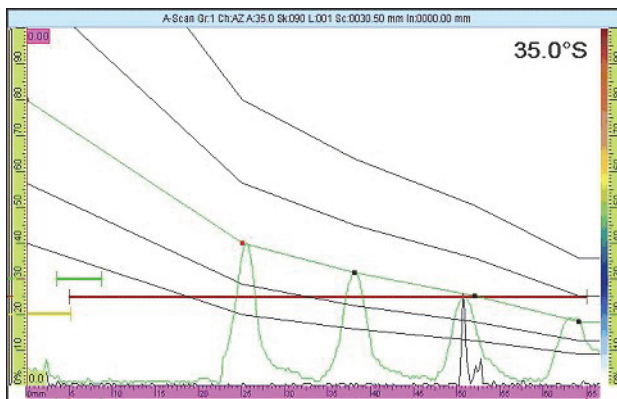

Figura 6-8 Verificação da curva DAC
- Rastreie sobre cada refletor e verifique se todos os refletores estão sobre a curva DAC (veja Figura 6-8 na página 184).